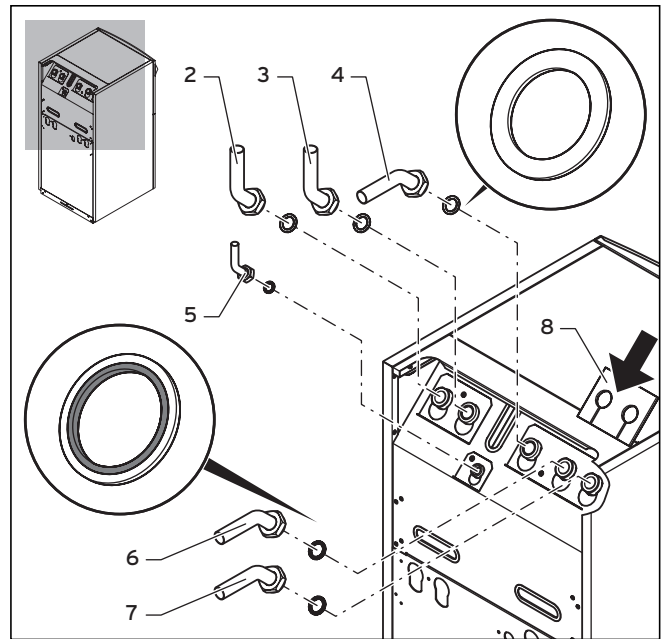

Abb. 5.6 Anschlusswinkel montieren
Falls an den Anschlüssen des Solekreises/Brunnenwasserkreises (→ **Abb. 5.6, Pos. 6 und 7**) nicht die Dichtungen mit Metallstützring verwendet werden, kann es zu Undichtigkeiten kommen!
- Die Rohrinstallation und die Verwendung der Dichtungen muss gemäß → **Abb. 5.6** erfolgen.
Legende zu Abb. 5.6
- Schließen Sie die Vorlaufleitung an (→ **Abb. 5.6, Pos. 2**).
- Schließen Sie die Rücklaufleitung an (→ **Abb. 5.6, Pos. 3**).
- Schließen Sie das Ausdehnungsgefäß des Heizkreises an (→ **Abb. 5.6, Pos. 5**).
- Schließen Sie die Soleleitungen an die Wärmepumpe an (→ **Abb. 5.6, Pos. 6 und 7**).
- Montieren Sie die zur Wärmedämmung des Anschlussblechs vorgesehene Isoliermatte (→ **Abb. 5.6, Pos. 8**).
- Schließen Sie die Brunnenwasserleitungen an die Wärmepumpe an (→ **Abb. 5.6, Pos. 6 und 7**).